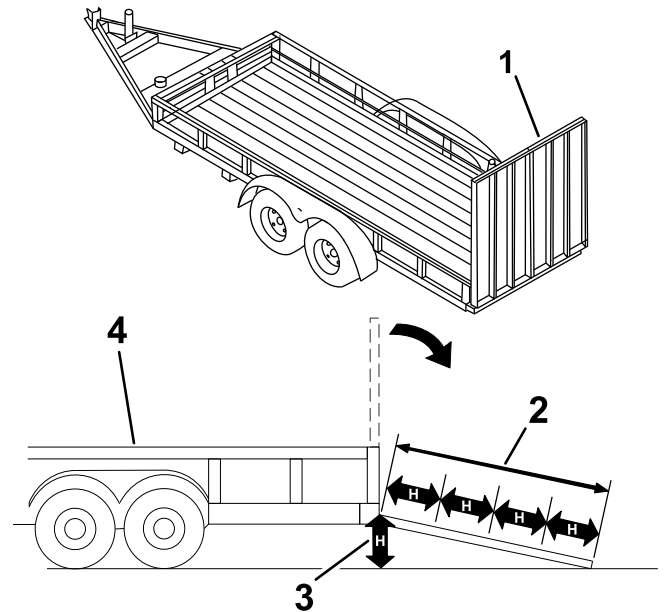

Рисунок 19
При погрузке машины на прицеп или грузовик возникает повышенная вероятность опрокидывания, что может привести к получению тяжелой травмы или гибели (**Рисунок 19**).
3. Опустите наклонный въезд (Рисунок 19).